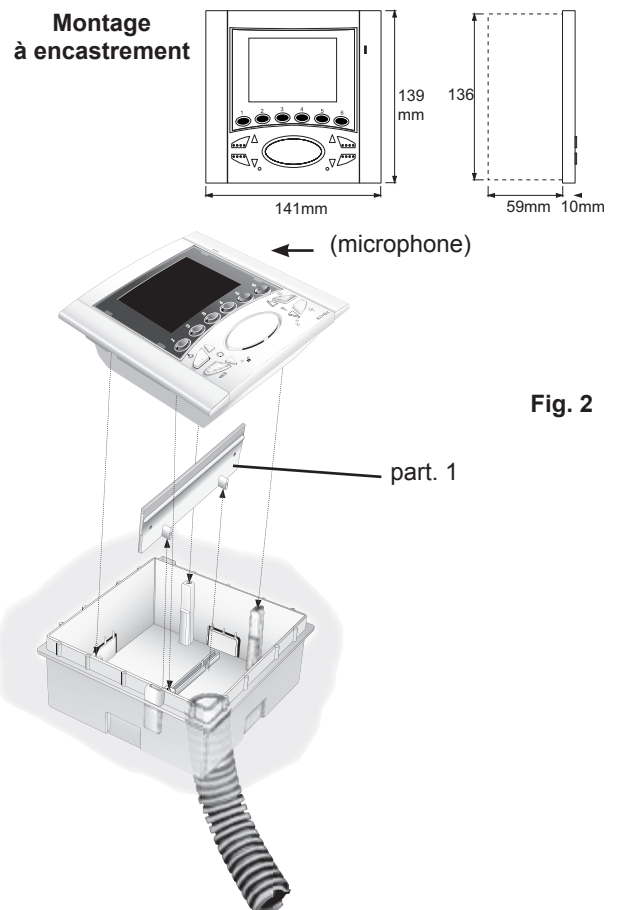

Fig. 2
- Fixer le portier-vidéo au boîtier à l'aide des 4 vis fournies (Fig. 2).
- Installer les platines latérales en faisant attention que la platine prédisposée avec l'ouverture micro soit placée à droite (Fig. 2).